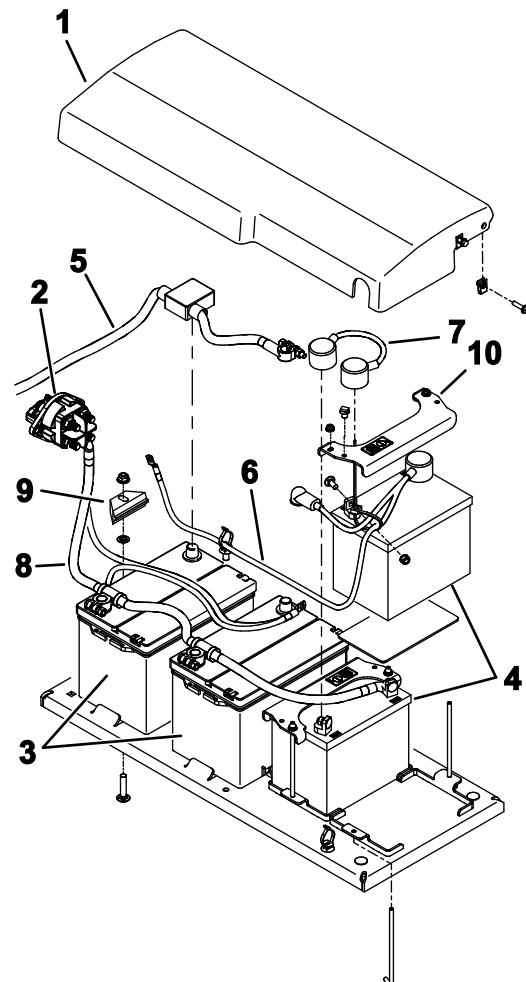

Рисунок 110
6. Снимите крепежные детали, с помощью которых крышка аккумуляторной батареи подсоединенена к машине, и снимите крышку (Рисунок 110).
9. Осторожно снимите аккумуляторные батареи с машины (Рисунок 110).
1. Закрепите аккумуляторные батареи с помощью прижимов (Рисунок 110).